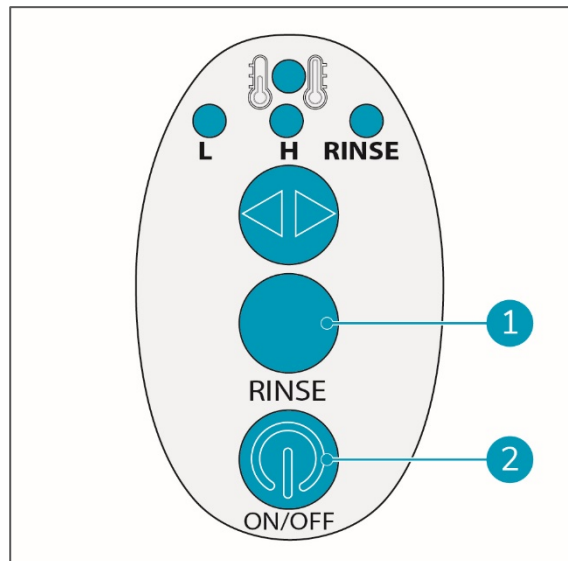

Abbildung 29
4. Drücken Sie die ON/OFF-Taste (Abb. 29, Pos. 2) auf dem Bedienfeld am Griff.
5. Drücken Sie die RINSE-Taste (Abb. 29, Pos. 1).
7. Lassen Sie die RINSE-Taste (Abb. 29, Pos. 1) los.
9. Schalten Sie das Gerät mit der ON/OFF-Taste (Abb. 29, Pos. 2) aus.